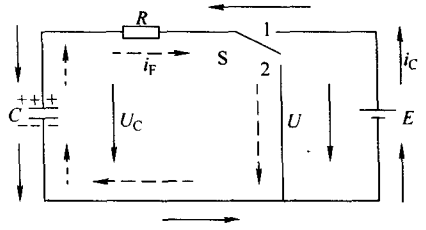

图 1-1-10 电容器充电和放电过程电路
(2) 电容的充电和放电 电容器充电和放电过程如图 1-1-10 所示。
2) 电容的放电 电容器充电结束后，两极板间建立起电压 $U_C \approx U$ 。当图 1-1-10 中开关 S 与 2 接通时，在 U_C 作用下， C 通过 R 放电，其放电电流 i_F 与 i_C 方向相反，如图中虚线箭头所示。在电路刚接通瞬间， i_F 最大，等于 U_C/R 。随电容器极板上的电荷逐渐减少， U_C 逐渐下降， i_F 逐渐减小，直至电容器极板上的电荷为零， U_C 、 i_F 为零，放电过程结束。